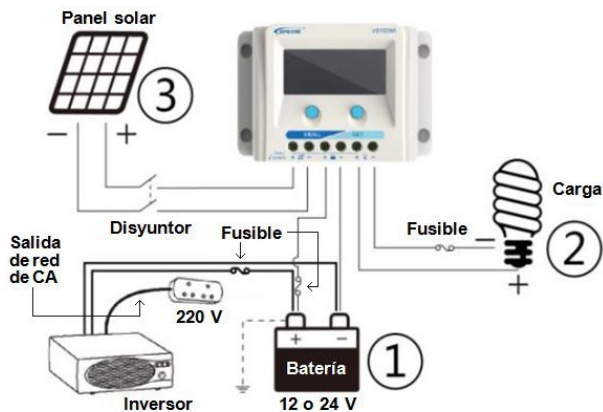

Figura 3: Conexión
1. Efectúe las conexiones al regulador en la secuencia que se indica en la Figura 3. No invierta la polaridad de las conexiones. No coloque el fusible ni encienda el disyuntor durante la instalación. Al desconectar el regulador, proceda en el orden inverso al indicado.